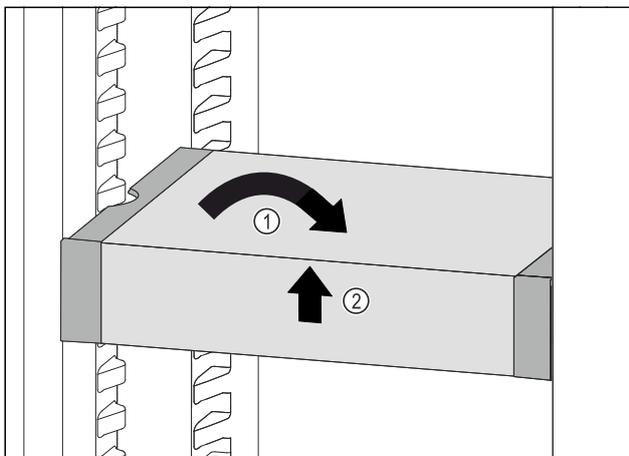

Fig. 143
- VarioSafe gerade stellen. Fig. 143 (1)
- VarioSafe vorne anheben. Fig. 143 (2)